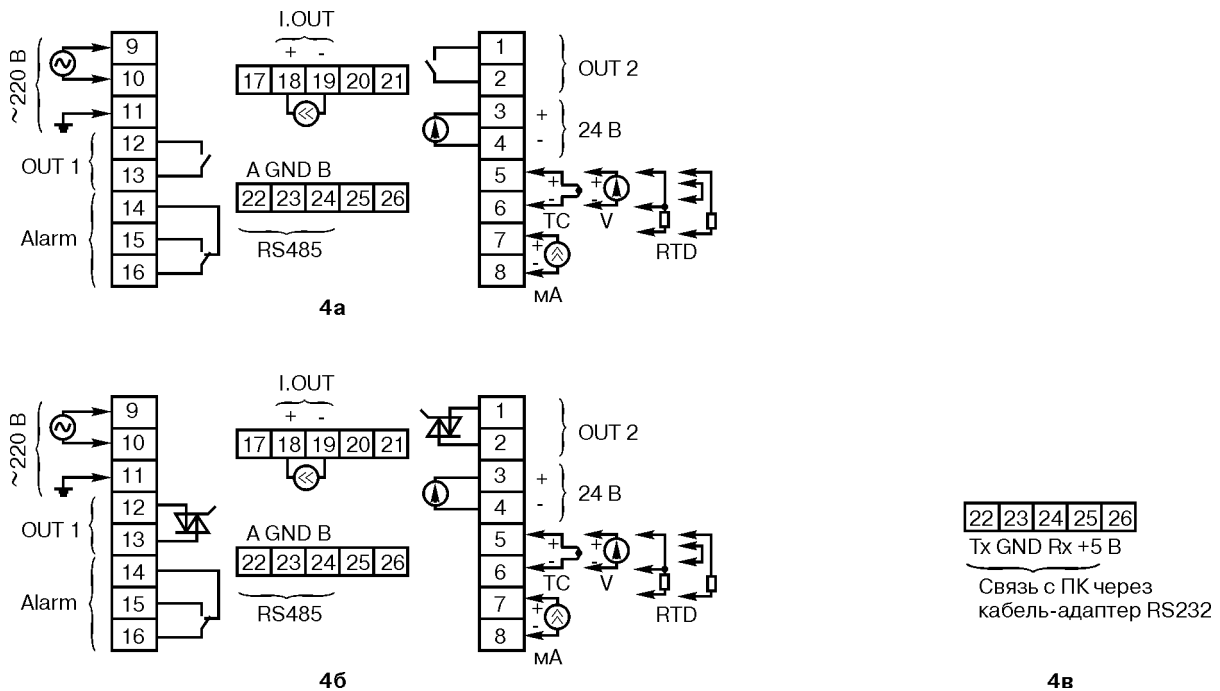

Рис.4. Расположение и назначение клемм прибора.
- Назначение клемм в исполнениях **3P** (рис.4а), в исполнениях **1P2C** (рис.4б):
- Назначение клемм 22, 23, 24, 25 (рис.4в), при отсутствии опции **RS485** - связь с ПК.